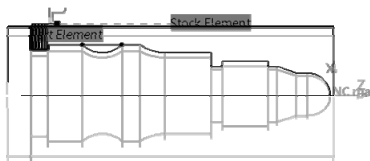

图 6-69 刀具路径轨迹(5)
7) 重复上述步骤, 切削另外一个沟槽, 刀具路径轨迹(5)如图 6-69 所示。